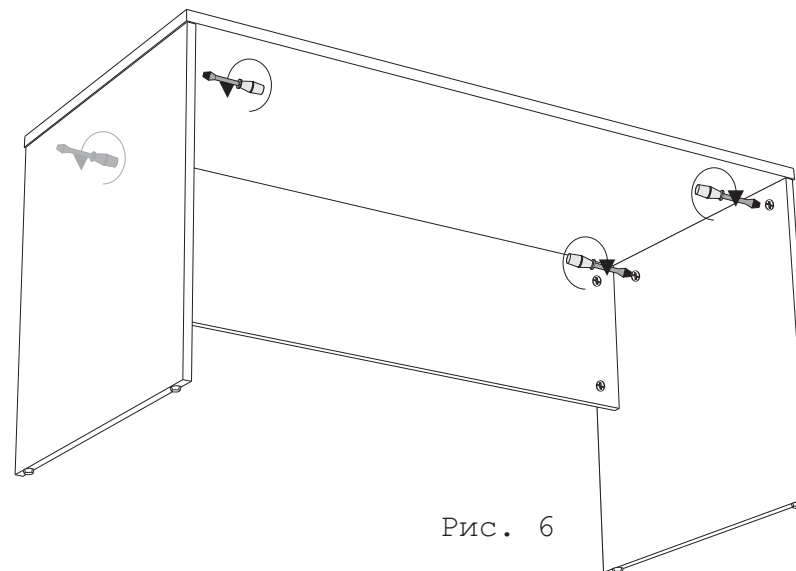

Рис. 6
6. Соединить столешницу 4 с боками стола 1 и 2, затянуть эксцентрики 6 на боках стола 1 и 2 по часовой стрелке до упора (Рис. 6).